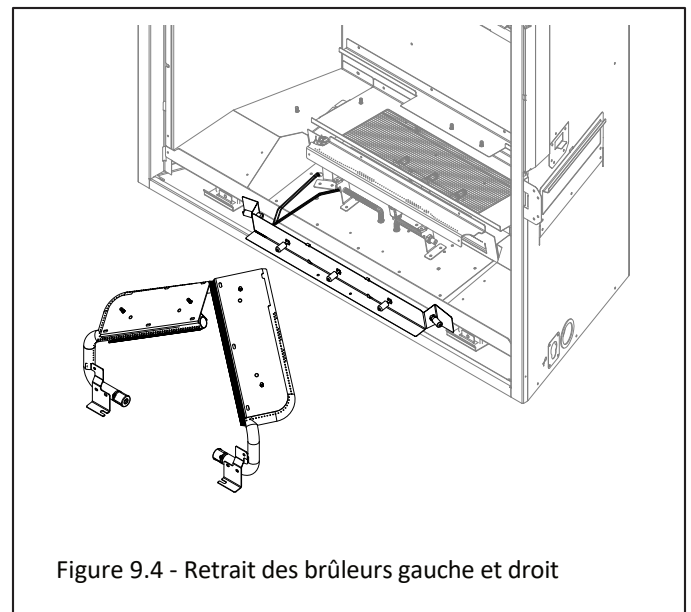

Figure 9.4 - Retrait des brûleurs gauche et droit
4. Desserrez les (2) écrous 7/16 po des brûleurs gauche et droit. Retirez les brûleurs. Voir la Figure 9.4.